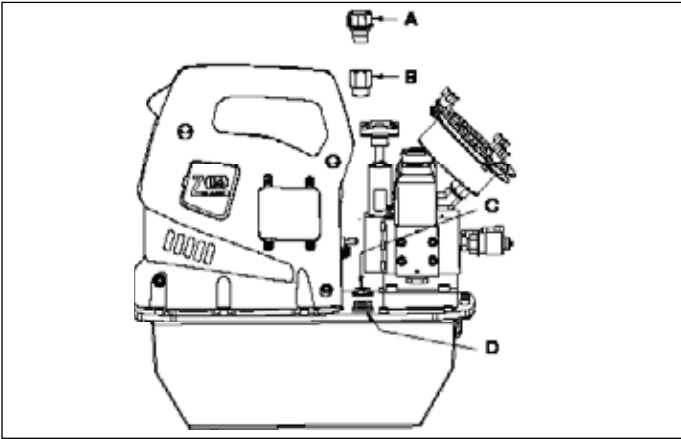

图 2 - ZU4 通气装置安装图
4.1 油箱通气管帽（见图 2）
启动前检查泵的油位，必要时，从盖板上拔掉 SAE #10 塞，然后给泵加油（见图 2）。油位如图 4 所示时油箱满。